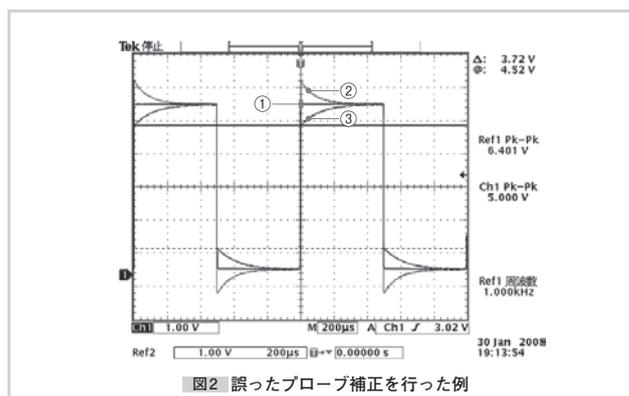

図2 誤ったプローブ補正を行った例
続いて、図2をご覧ください。図2は、周波数1kHz、振幅5Vの安定したパルス波であるにもかかわらず、上下2つのパルス波(②と③の波形)の形そのものが異なります。先端部の振幅に注目してみると、本来5Vのはずの電圧が、上の波形は6.4V、下の波形は3.72Vとなっています。プローブ補正がずれた場合、測定結果はこんなに大きな誤差を生じてしまうのです(図3)。